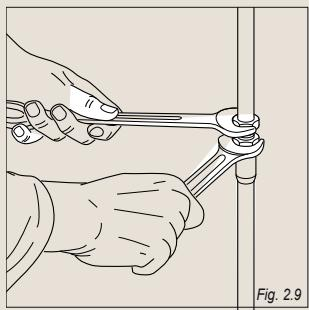

Fig. 2.9
- * A l'aide d'une clé plate, remplacer les injecteurs "J" (figs. 2.9, 2.10) par ceux qui conviennent au gaz que l'on va utiliser.